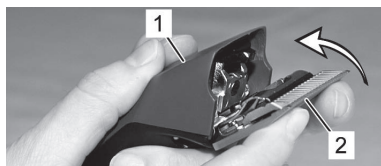

Fig. 15
6. Con la tosatrice accesa, inserisca la testina scelta nella cerniera del pettine e la ribalti con una leggera pressione (Fig. 15, 16, 17).